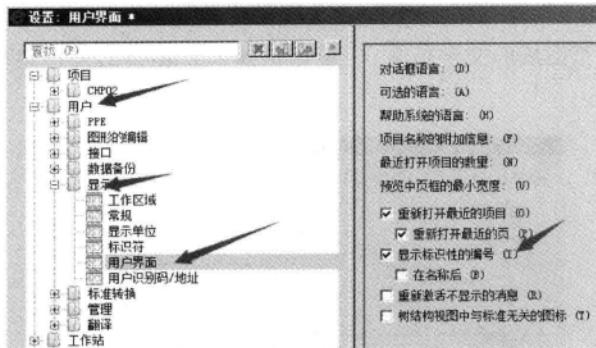

图 2-13 显示标识性编号
- EPLAN 是一套基于数据库设计的软件,不同的属性有不同的名称,但是由于翻译或者理解的原因,记忆和使用这些属性容易出错。可以通过选择“选项”→“设置”→“用户”→“显示”→“用户界面”菜单项,勾选“显示标识性的编号”和“在名称后”,如图 2-13 所示。